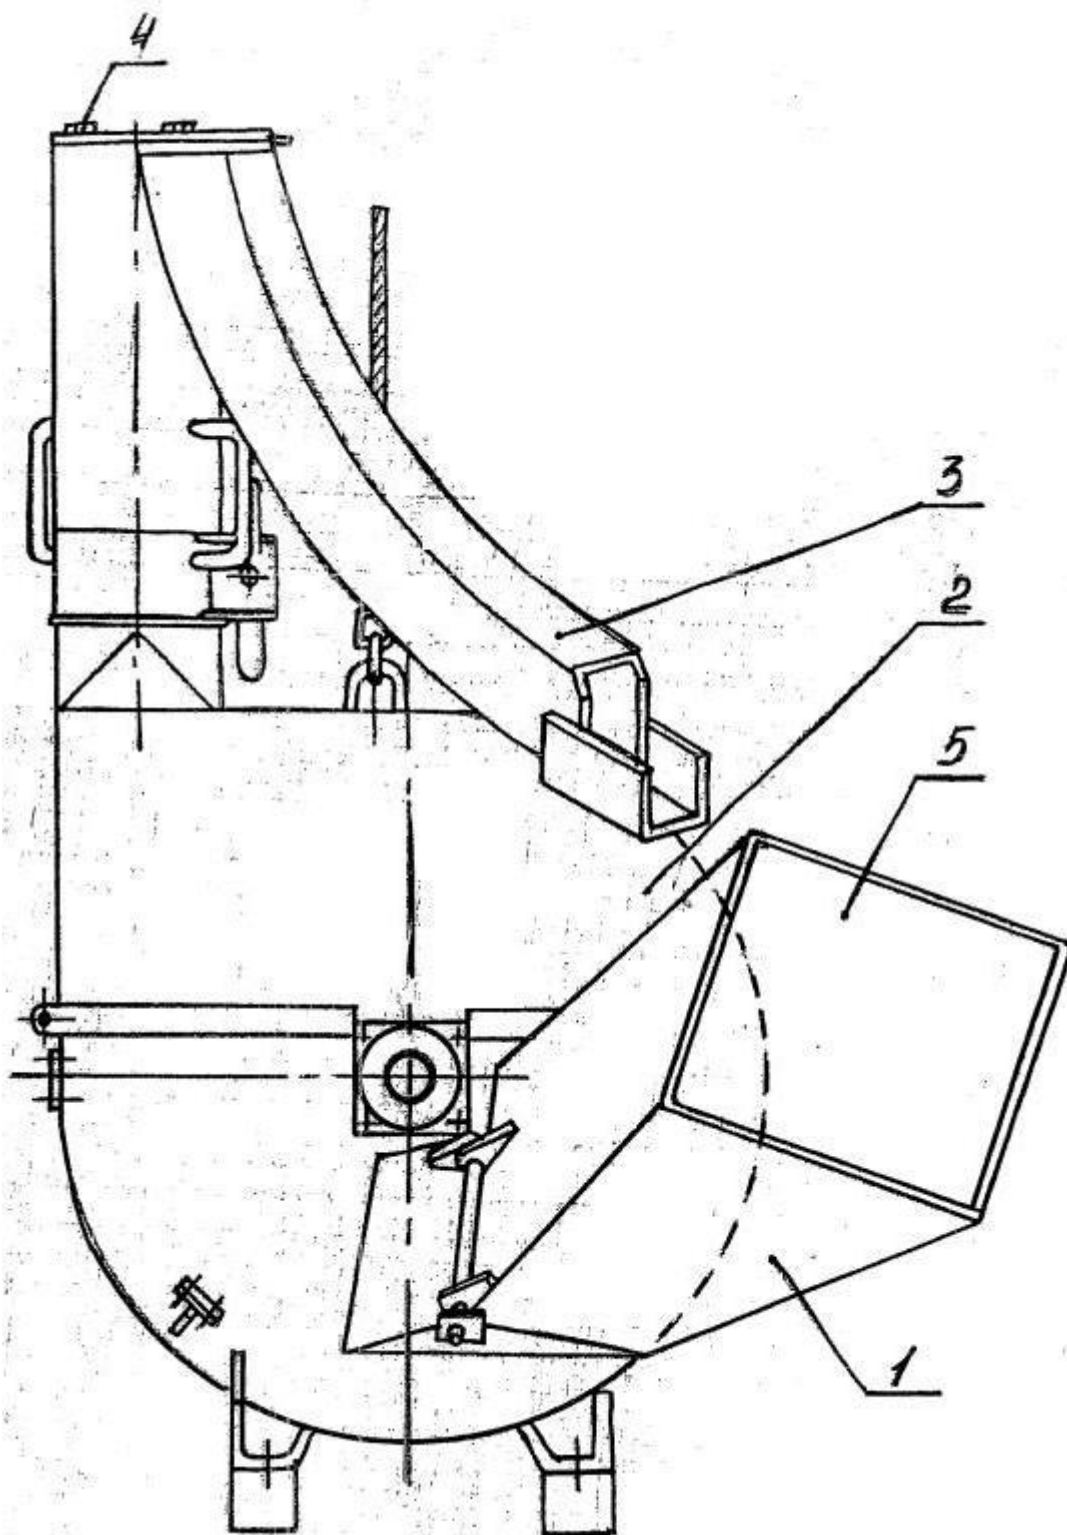

Рисунок 1. Общий вид МРН-1
Машина рубильная (рис.1) состоит из бункера (1), рабочего органа с предохранительной муфтой (2), щепопровода (3), карданного вала с защитным кожухом.